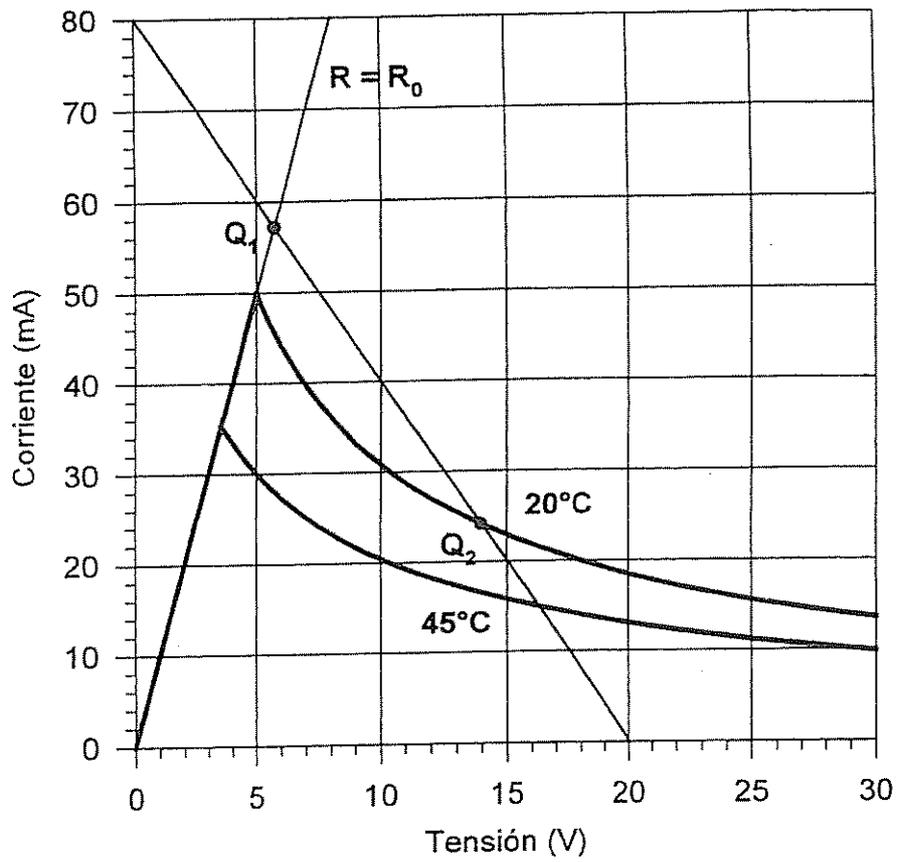

Figura 2. Características Tensión-Corriente en equilibrio térmico del termistor.
2. Dibuje la recta de carga en la figura 2.